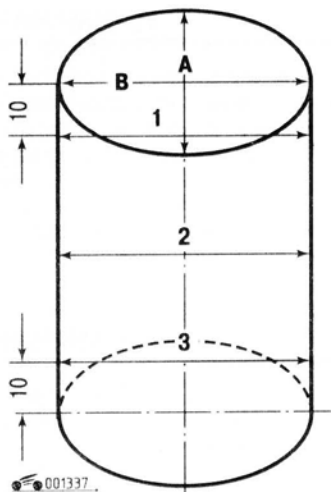

Рис. 4.37. Схема измерения цилиндров: А, В — направления замеров; 1, 2, 3 — пояса замеров
3. Определите нутромером фактические диаметры цилиндров. Диаметр цилиндра измеряйте в трех поясах (рис. 4.37). В каждом поясе диаметр измеряют в двух взаимно перпендикулярных направлениях (продольном и поперечном). В поясе 1 (на расстоянии 10 мм от плоскости разъема с головкой блока) цилиндры практически не изнашиваются. По разнице размеров в этой зоне и в остальных поясах можно судить об износе цилиндров. Номинальный размер цилиндра двигателей объемом 1,6 и 1,8 л — 81,01 мм, объемом 2,0 л — 82,51 мм, овальность и конусность не должны превышать 0,08 мм. Если максимальное значение износа больше 0,15 мм или овальность превышает указанное значение, расточите цилиндры до ближайшего ремонтного размера поршней (увеличенного